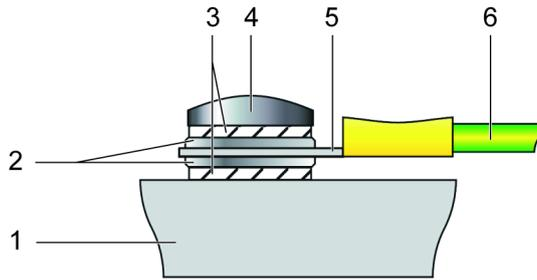

Abbildung 8: Montage des Schutzleiters (Profilansicht)
3. Befestigen Sie den Kabelschuh des Schutzleiters mit der Schraube (einschließlich der Sicherungs- und Unterlegscheiben) am Schutzleiteranschluss (s. Abbildung 8).